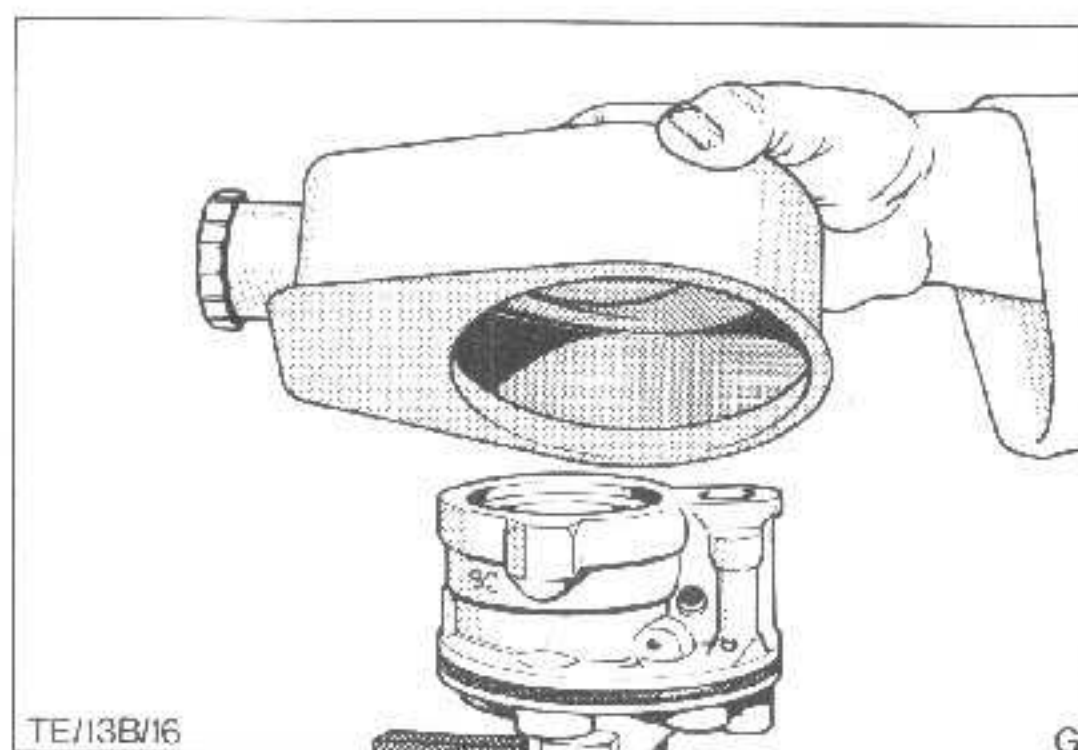

Abb.51 Entfernen des Vorratsbehälters
4. Vorratsbehälter vom Pumpengehäuse durch leichtes Hin- und Herbewegen lösen, so daß dieser vom O-Ring des Gehäuses freikommt, Abb.51.